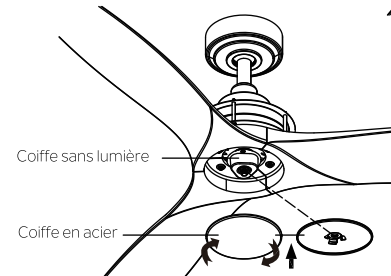

Fig. 20
Étape 3. Assemblez la coiffe en acier à la coiffe sans lumière en la tournant dans le sens horaire. (Fig.20)